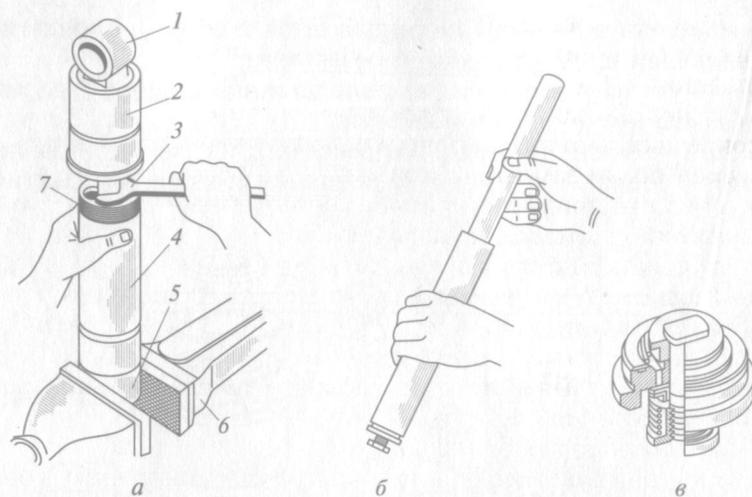

Рис. 3.5. Разборка телескопического амортизатора:
7. Разобрать телескопический амортизатор следующим образом (см. рис. 3.5):